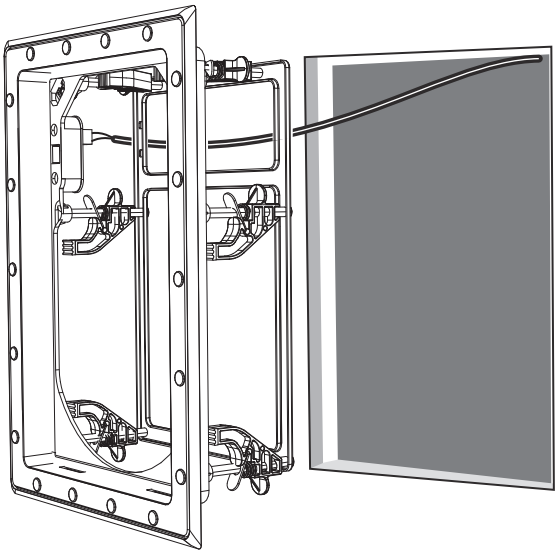

图 8. 将框架安装到墙上
1. 小心地将框架按入墙壁孔中，确保不要夹住或夹住扬声器接线（图 8）。